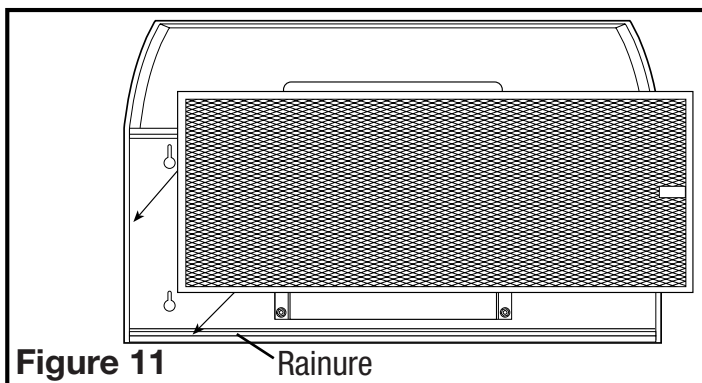

Figure 11
1. Réinstallez les filtres en les glissant dans les rainures, de chaque côté de la hotte, et en les poussant vers le haut jusqu'à ce qu'ils soient bien en place (**Figure 11**).